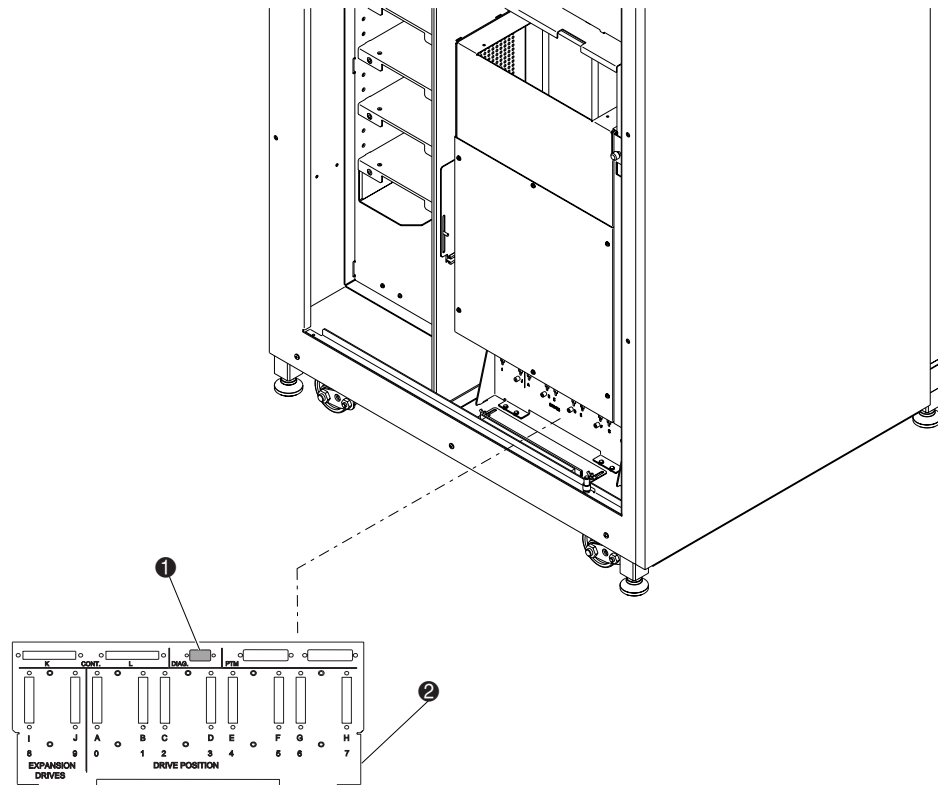
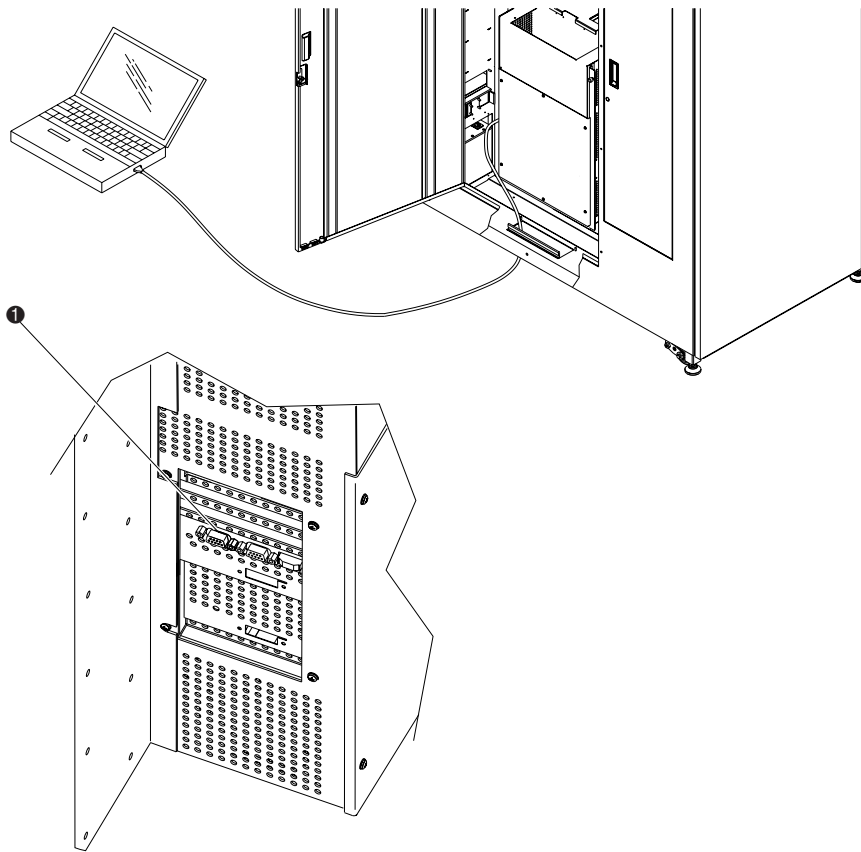

Figura 3-7. Conexión del puerto de diagnóstico (ESL9198)
Figura 3-8. Conexión del puerto de diagnóstico (ESL9326)
1. Conecte un PC de diagnóstico a la biblioteca con un conector RS-232 DB9 (consulte la Figura 3-7 para el modelo ESL9198 y la Figura 3-8 para el modelo ESL9326).